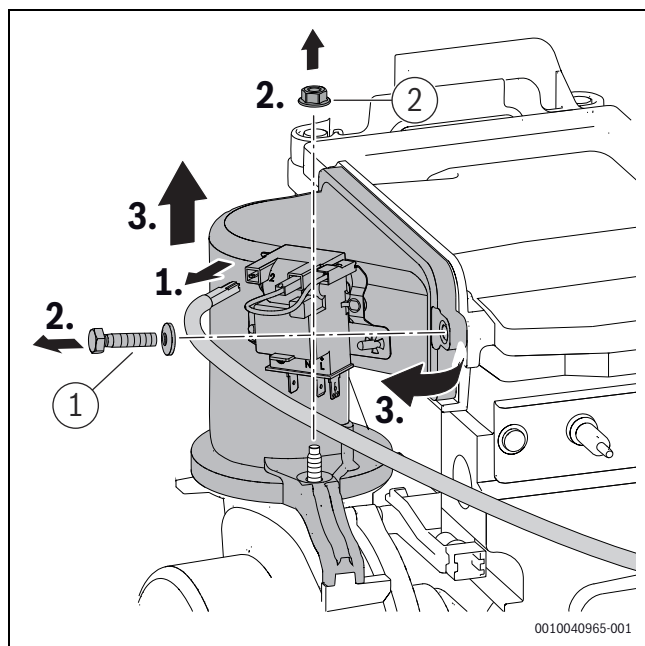

Fig. 61 Rimuovere il dispositivo di miscelazione
- Serrare la vite e il dado ([1] e [2], fig. 61) sul dispositivo di miscelazione con  $5,5 \pm 0,5$  Nm.